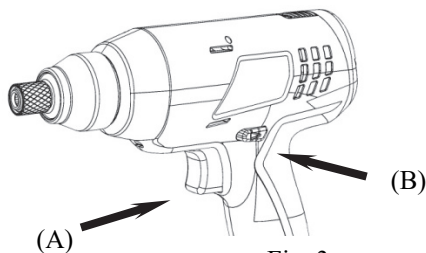

Fig. 3
Para seleccionar la rotación hacia adelante, SUELTE EL INTERRUPTOR (A) (ver la Fig. 3) y presione la palanca de avance/retroceso (B) (ver la Fig. 3) hacia el lado izquierdo de la herramienta.
Para seleccionar la rotación inversa, SUELTE EL INTERRUPTOR (A) (ver la Fig. 3) y presione la palanca de avance/retroceso (B) (ver la Fig. 3) hacia el lado derecho de la herramienta.